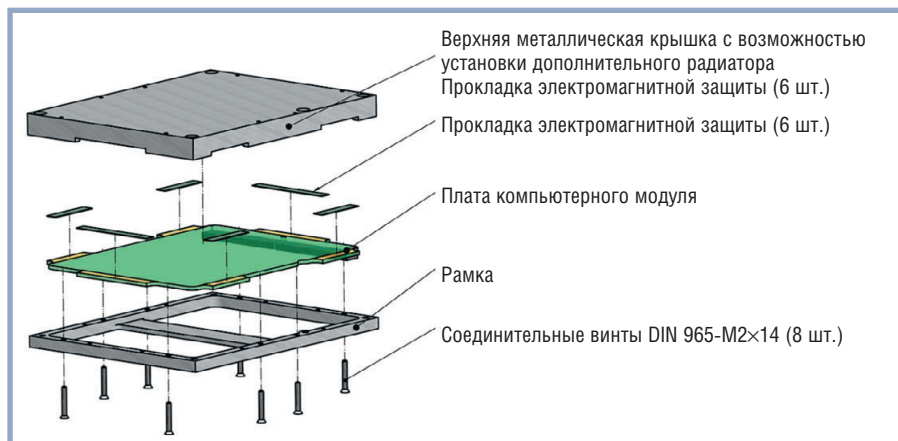

Рис. 5. Схема сборки КМ Men Micro ESMexpress™ и деталей корпуса с пластиной-теплораспределителем согласно стандарту ANSI-VITA 59
1. **По конструкции.** Стандарт ANSI-VITA 59 требует, чтобы все компоненты, включая процессор и память, были napаяны на плату КМ. Сам компьютерный модуль должен быть помещён в защитный металлический корпус, закрывающий его с 6 сторон и крепящийся к плате-носителю (рис. 5). Данные конструктивные особенности введены для того, чтобы КМ, производимые по стандарту ANSI-VITA 59, имели защиту от электромагнитного излучения, виброустойчивость/ударостойкость, характеризующиеся значениями, как минимум, 1g/15g, а также широкий диапазон рабочих температур вплоть до $-55...+125^{\circ}\text{C}$.